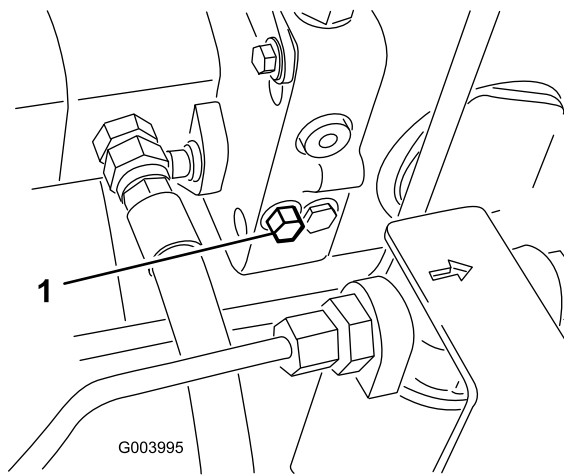

Bild 41
1. Drehen Sie die Schraube des Sicherheitsventils um eine 1-1/2 Umdrehungen, um das Ventil zu öffnen und Öl intern abzulenken (Bild 41).